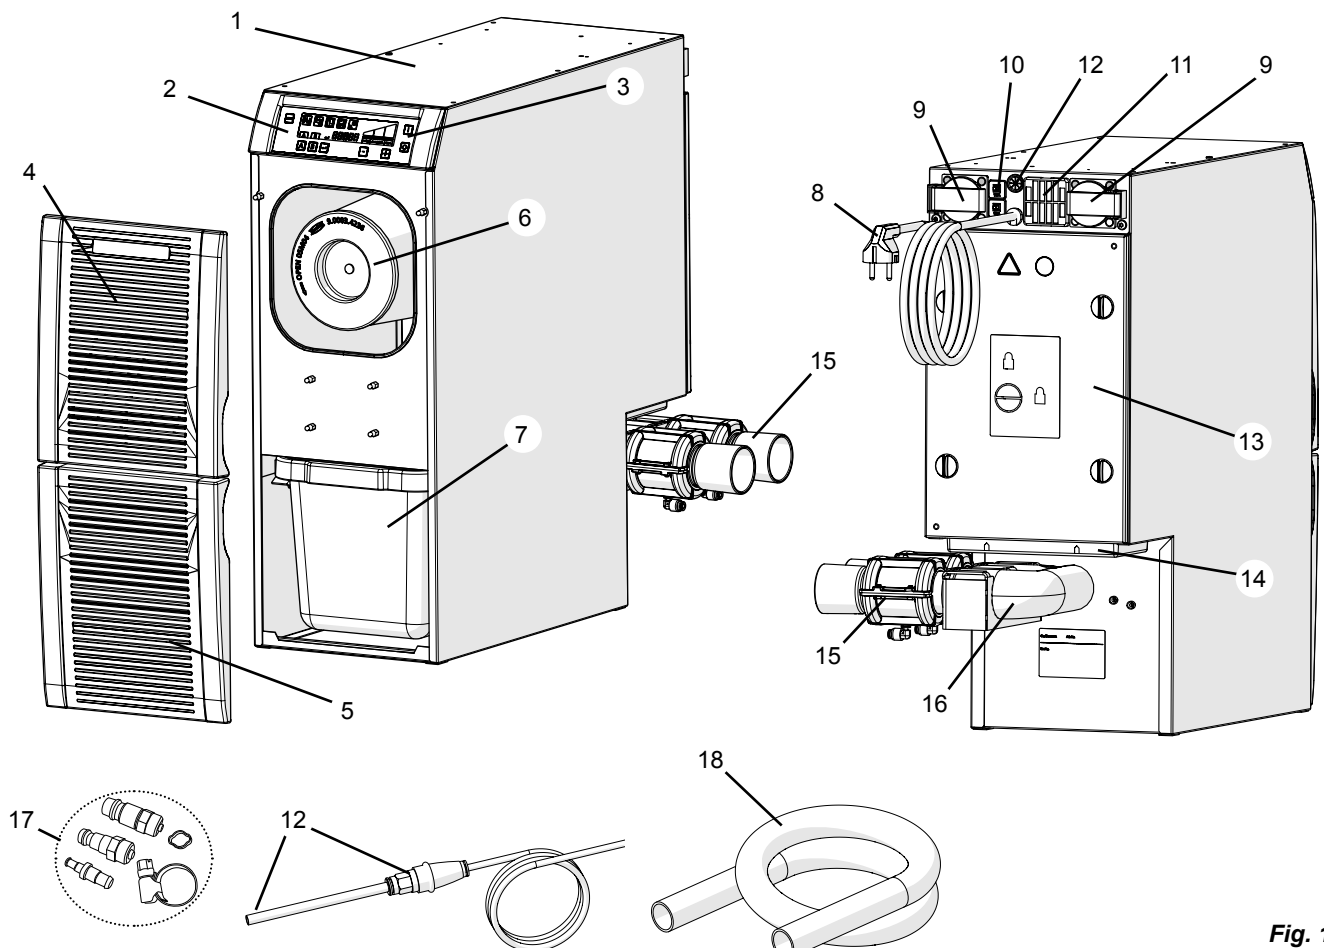

Fig. 1
- la salida de aire (14, Fig. 1) no cuente con ninguna obstrucción.
- ⇒ Desconectar el aparato a través del interruptor de conexión / desconexión (3, Fig. 1).
- ⇒ Elegir el acoplamiento correcto para la manguera procedente del juego adjunto de conexiones (17, Fig. 1) y fijar al extremo de la manguera.